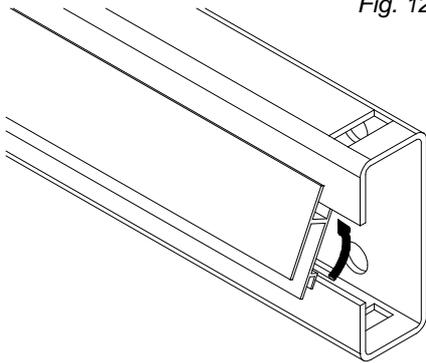

Fig. 12.2
- ✓ Ruotare il regolino come fino ad appoggiare la parte più lunga dell'incastro sull'esterno del labbro inferiore della traversa (Fig. 12.2).